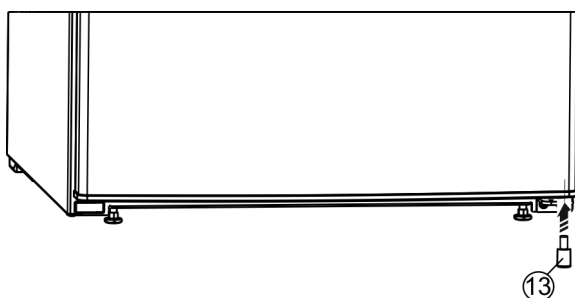

Fig. 10
- Inserire nuovamente il distanziatore Fig. 10 (13) nella porta, a destra in basso, poiché è importante per la stabilità dell'apparecchio.